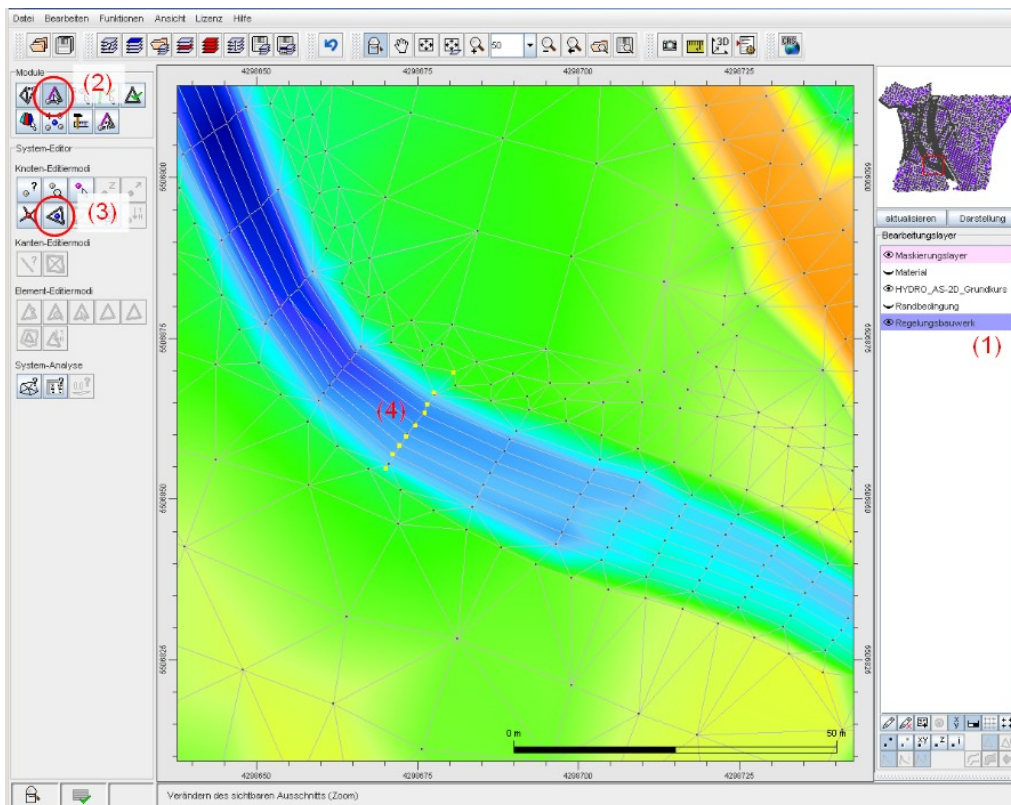

Abbildung 21: Erzeugen von Knoten im Brückenbereich für KUK-Definition.
Wurde ein Berechnungsnetz eingeladen (vgl. Kapitel Fehler: Referenz nicht gefunden) und anschließend ein Regelungsbauwerk-Layer erzeugt (vgl. Kapitel 2.3.1), kann beispielsweise eine Brückenunterkante auf dem Regelungsbauwerk-Layer definiert werden. Zunächst sollte geprüft werden, ob der Regelungsbauwerk-Layer in der Layer-Liste aktiv ist (1) (Mausklick). Anschließend können im Modul 'System-Editor' (2) mit der Funktion 'Einfügen/Erzeugen von Knoten' (3), Knoten im Brückenbereich mit der linken Maustaste geklickt werden (4), denen Sie eine konstruktive Unterkante (KUK) zuweisen wollen. (siehe Abbildung 21)